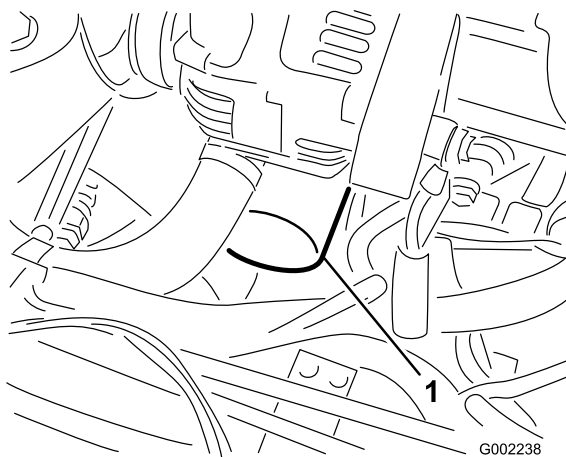

Figure 42
7. Retirez le filtre à huile usagé (Figure 42).
10. Posez le filtre à huile de rechange sur l'adaptateur. Tournez le filtre dans le sens horaire jusqu'à ce que le joint rejoigne l'adaptateur, puis donnez 1/2 tour supplémentaire (Figure 42).